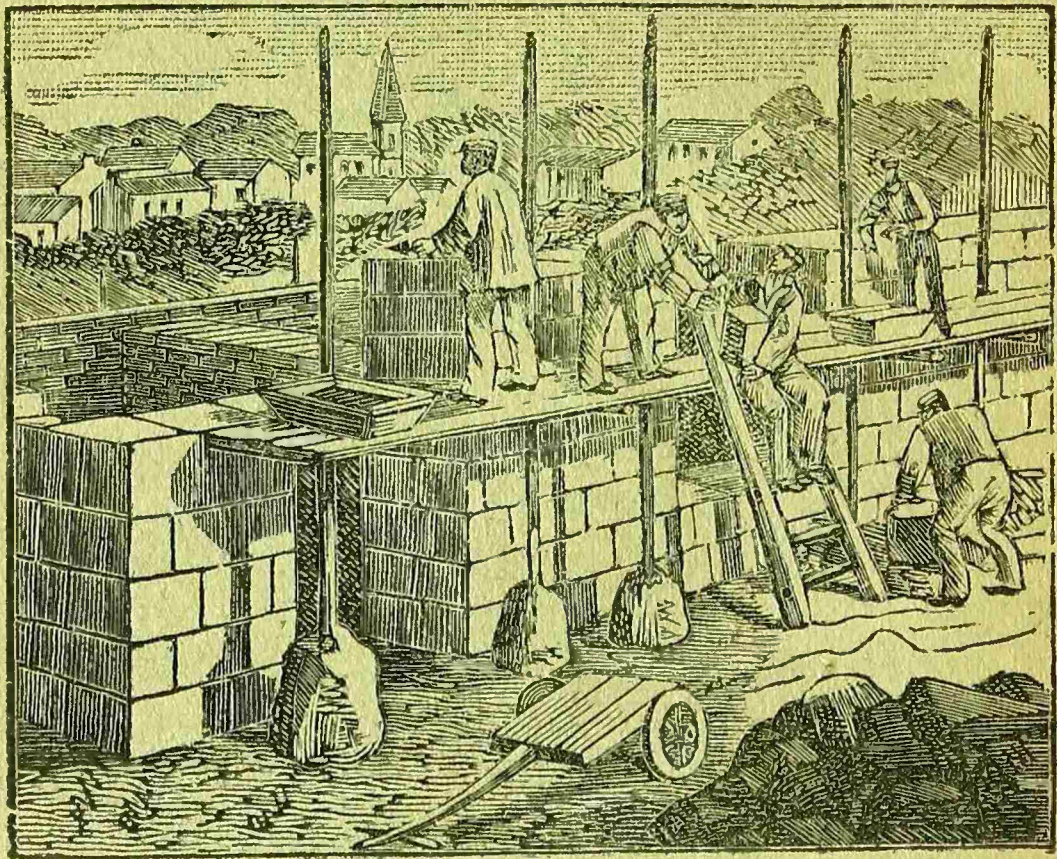

Fig. 106.
¿Qué hacen los obreros que están formando esa pared? (fig. 106). Ponen entre las piedras una pasta blanca llamada *argamasa*. Otros obreros se las llevan en pequeñas cajas de madera, y los primeros la extienden en la pared. Cada piedra que añaden no se toca con la piedra que está debajo, sino que la ponen sobre una capa de argamasa.
87.—Los muros de la casa.—No todos los muros de una casa se hacen de la misma manera. En la fachada se emplean las piedras más hermosas. (fig. 106). Cuando se quiere construir una casa se comienza por cavar el suelo y por construir murellas profundas en la tierra; esto se hace para dar mayor solidez á la casa.